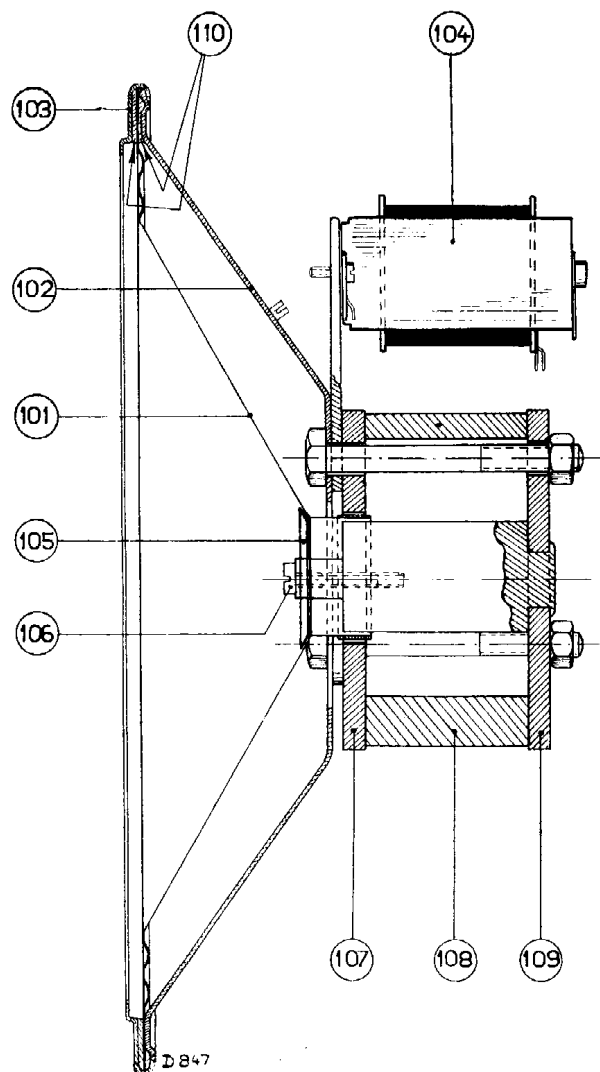

Fig. 6
2. Faire attention à ce que la plaque antérieure et postérieure (fig. 6 rep. 107 et rep. 109) ne